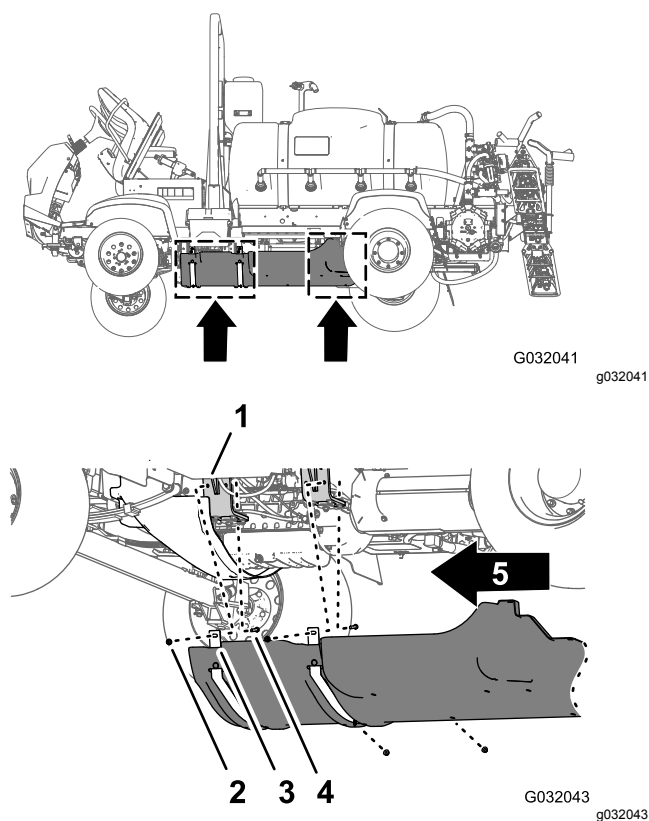

Рисунок 123
1. Выровняйте кожух ходовой части относительно нижнего шасси машины (Рисунок 123).
2. Наденьте крепежные хомуты кожуха ходовой части на болты и каретный болт в месте расположения монтажных кронштейнов двигателя на машине (Рисунок 123).
3. Установите кожух ходовой части на кронштейны и болты опоры двигателя (Рисунок 123) с помощью 4 фланцевых